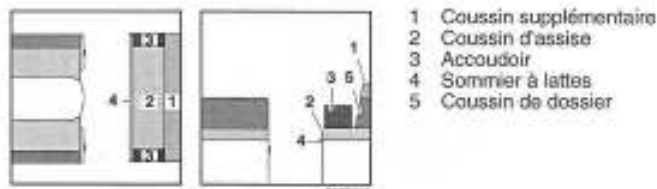

Fig. 88 Avant la transformation
- Retirer les accoudoirs (Fig. 88,3) de la banquette longitudinale et le placer de côté.